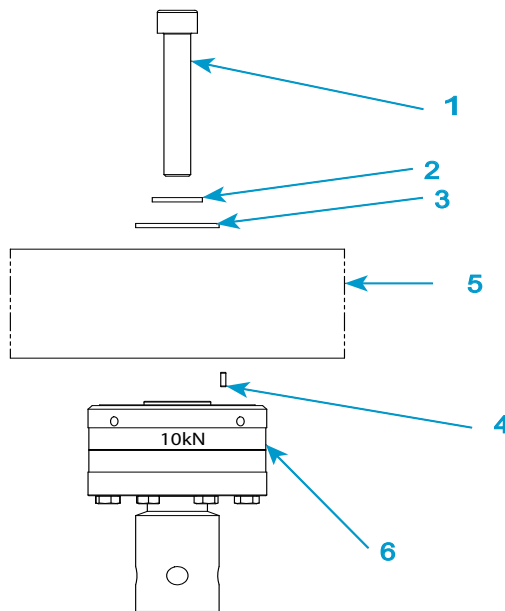

Abbildung 18. Kraftaufnehmers der Serie 2530 mit 10 kN installieren
Legende für Abbildung 18
1. Siehe Abbildung 18 auf Seite 81 und die entsprechende Legende.